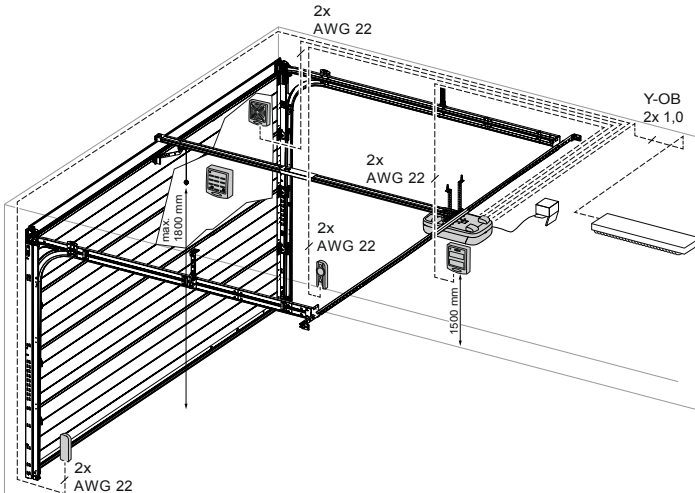

Fig. 3: Exemple d'installation d'accessoires
Montez la suspension centrale (13) sur le rail de traction (fig. 3).